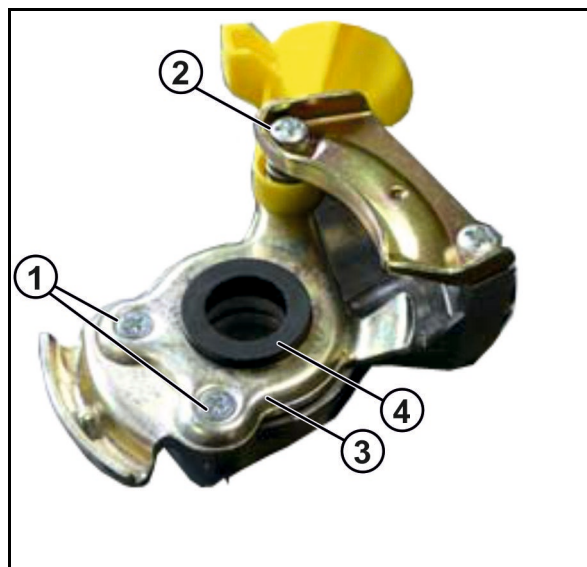

Fig. 68
3. Das Entwässerungs-Ventil (Fig. 68/1) am Ring solange in seitlicher Richtung ziehen, bis kein Wasser mehr aus dem Druckluftbehälter entweicht.
Der Druckluftbehälter (Fig. 68/1) darf